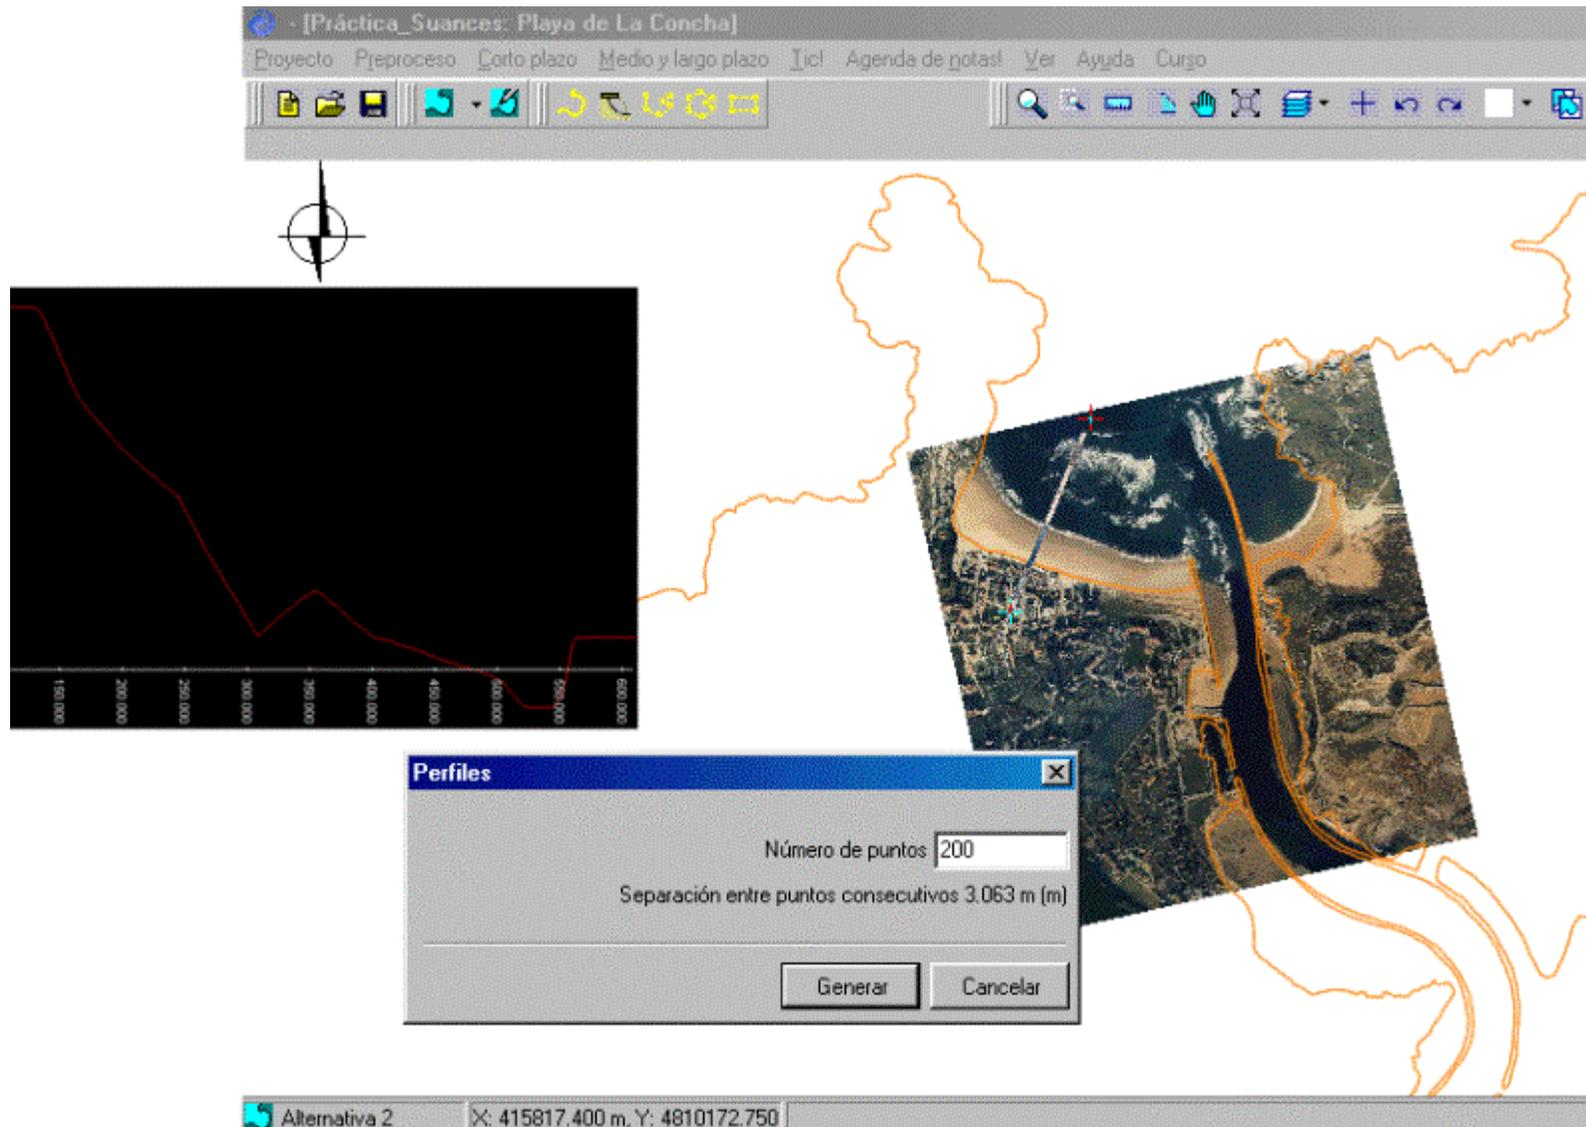

Figura 7.38
- A continuación, aplicaremos la herramienta de un perfil transversal sobre la batimetría base (botón (9) de la figura 7.2). Lo primero es trazar un perfil sobre la playa, comenzando en tierra y terminando en el mar (ver la figura 7.38). Posteriormente, dar una resolución de 200 puntos y pulsar el botón “Generar”. En este instante visualizaremos en pantalla el perfil de playa. Terminar pulsando “Cerrar”.